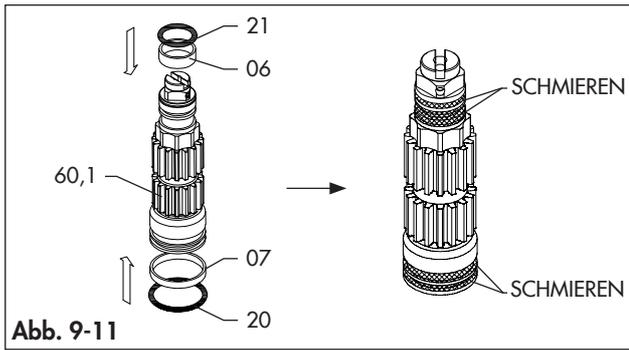
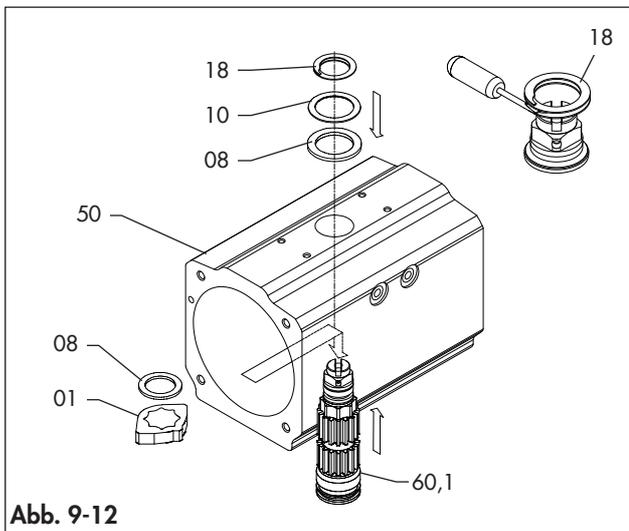
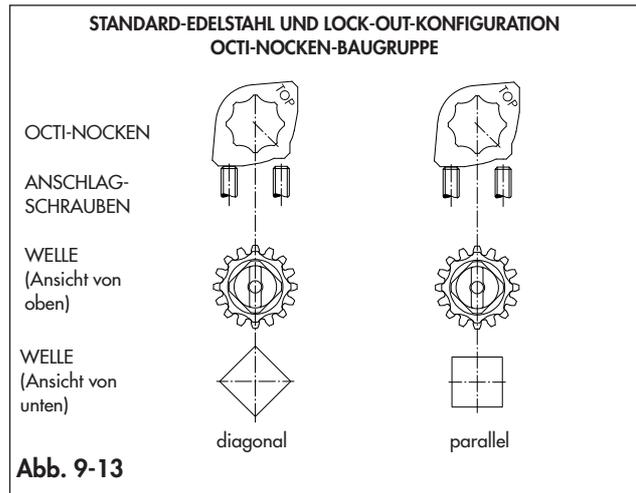

Abb. 9-11
Abb. 9-12
Abb. 9-13
Siehe Abb. 9-1, Abb. 9-11, Abb. 9-12 und Abb. 9-13.
- Setzen Sie das obere Lager (06) und das untere Lager (07) der Welle auf.
- Schmieren und setzen Sie den oberen O-Ring (21) und den unteren O-Ring (20) der Welle ein.
- Schmieren Sie die Außenfläche der auf die Welle (60,1) aufgesetzten Lager und O-Ringe gemäß Abb. 9-11.
- Stecken Sie die Welle (60.1) teilweise in das Gehäuse (50). (Abb. 9-12)
- Stecken Sie den Octi-Nocken (01) durch das Gehäuse (50) auf die Welle (60.1). Siehe Abb. 9-13 für die korrekte Platzierung des Octi-Nockens (01).
- Setzen Sie das innere Axiallager (08) ein.
- Führen Sie die Welle (60.1) ganz in das Gehäuse (50) ein.
- Setzen Sie das äußere Axiallager (08) und die Anlaufscheibe (10) ein.